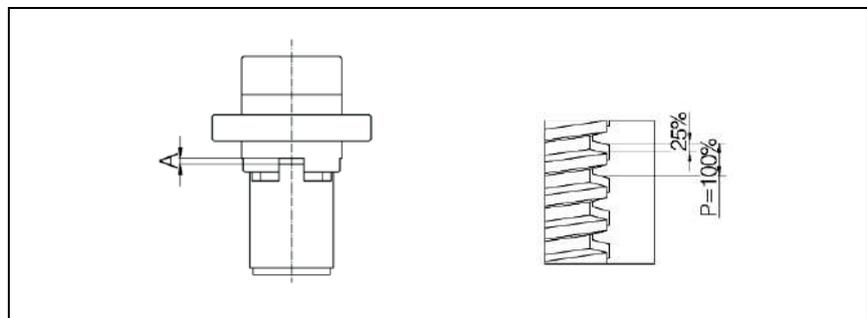

Fig. 20: Tuerca de retención de seguridad SIFA: Dimensión "A" para la comparación en la comprobación del desgaste
4. Si la tuerca de retención de seguridad SIFA está incluida, mida y anote la medida "A" (véase fig. 20). Esta dimensión sirve como una medida inicial con la que comparar el estado tras un período de funcionamiento y así evaluar el desgaste (véase el capítulo 7.1.1.)
3. Si hay una tuerca de retención de seguridad SIFA: Compruebe el desgaste según la Fig. 20 (imagen derecha).